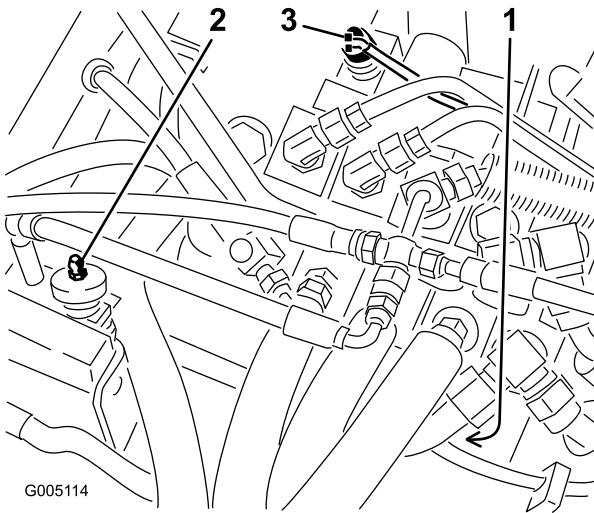

Bild 39
2. Entfernen Sie den Überzug vom Tastenende des Sitzschalters (Bild 39) und bewahren diesen für das Anbringen am neuen Schalter sicher auf. Ziehen Sie die Schalteranschlüsse.
- Ventilverteilerhaube im Wahlventilbereich befindet (Bild 39).
2. Ziehen Sie die Schalteranschlüsse vom Mäh-/Hubschalter, der sich in der Ventilverteilerhaube befindet (Bild 39).